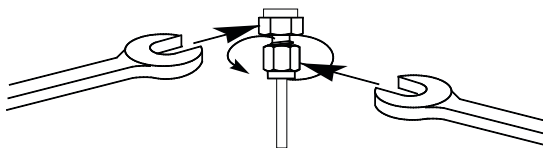

Figura 12 Apriete final
- 8** Para conexiones Swagelok de 1/8 pulgadas, utilice un par de llaves de 7/16 pulgadas para apretar la conexión 3/4 de vuelta (Figura 12).
Para conexiones de 1/4 pulgadas, utilice un par de llaves de 9/16 pulgadas para apretarlas 1-1/4 de vuelta (Figura 12).